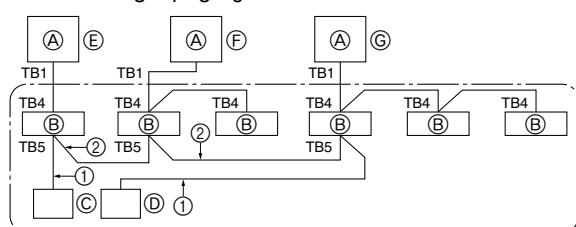

Fig. 10-1
- ① Vergewissern Sie sich vor dem Sammeln des Kältemittels zunächst, daß alle SW5-DIP-Schalter für Funktionsänderungen auf der Schalttafel der Außenanlage auf OFF/AUS gestellt sind. Wenn nicht alle SW5-Schalter auf OFF/AUS gestellt sind, notieren Sie zunächst die Einstellungen, und stellen Sie dann alle Schalter auf OFF/AUS. Beginnen Sie mit dem Sammeln des Kältemittels. Schalten Sie die SW5-Schalter nach dem Transport der Anlage an einen neuen Aufstellungsort und dem Abschluß des Testlaufs auf die zuvor notierten Einstellungswerte.
- ② Schalten Sie die Anlage ein (Leistungsschalter).
- ③ Nach Schließen des Absperrventils für die Flüssigkeit den SWP-Schalter auf der Schalttafel für die Außenanlage auf ON (EIN) einstellen. Der Kompressor (Außenanlage) und die Ventilatoren (Innen- und Außenanlagen) beginnen zu arbeiten und der Kältemittelsammelvorgang setzt ein. LED1 und LED2 auf der Schalttafel der Außenanlage leuchten.
- ④ Da die Anlage sich automatisch etwa zwei bis drei Minuten nach dem Sammeln des Kältemittels ausschaltet (LED1 und LED2 leuchten), stellen Sie sicher, daß das Gas- sperrventil unverzüglich geschlossen wird. Wenn LED1 und LED2 leuchten und die Außenanlage ausgeschaltet ist, öffnen Sie das Flüssigkeitssperrventil vollständig, und wiederholen Sie dann nach Ablauf von drei Minuten Schritt ③.
- ⑤ Unterbrechen Sie die Stromversorgung (Leistungsschalter).
10. Kontrolle des Systems (Fig. 10-1)
⑥ SW 1 - 3 ~ 6	ON